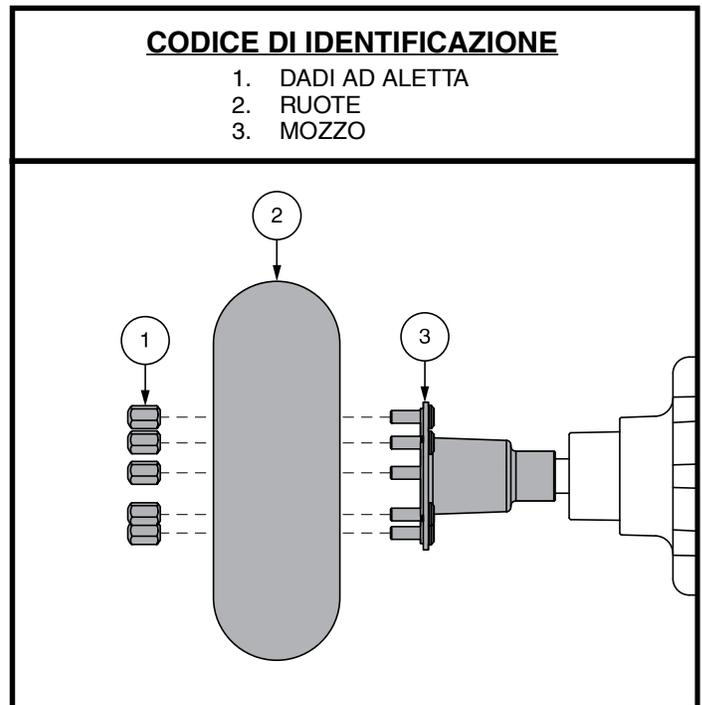

Figura 27. Ruota motrice smontata
4. Rimuovere i dadi ad aletta. **Vedere figura 27.**